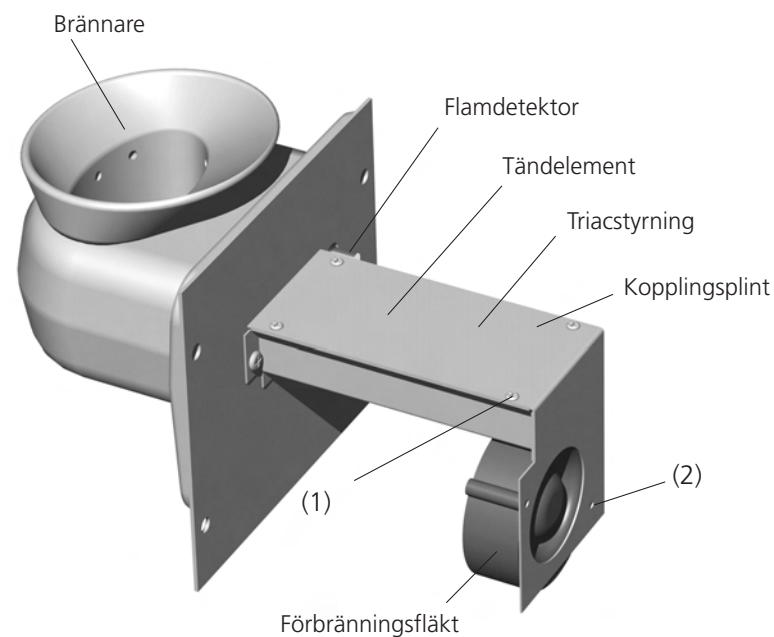

Fig. 10
2. Lossa de fyra skruvarna som håller brännarens fläns mot kaminväggen (fig 10).